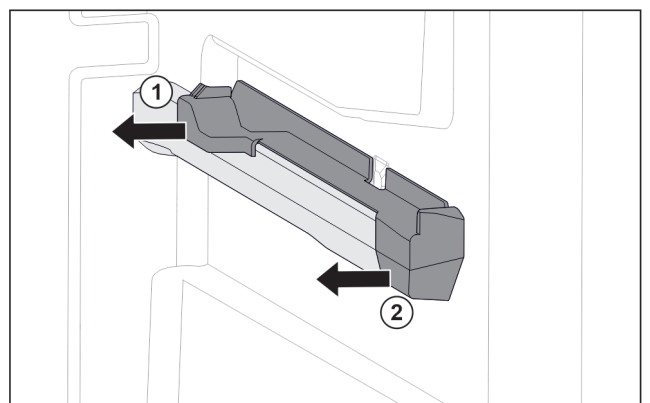

Fig. 79 Élément emboîtable sur la nervure de récipient droite
- ▶ Le retirer sur le côté par l'arrière. Fig. 79 (1)
- ▶ Le retirer sur le côté par l'avant. Fig. 79 (2)